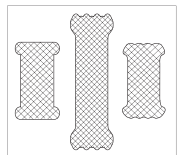

Abb. 2c
- Es gibt verschiedene Stents für unterschiedliche Situationen. (Siehe Abb. 2c.)